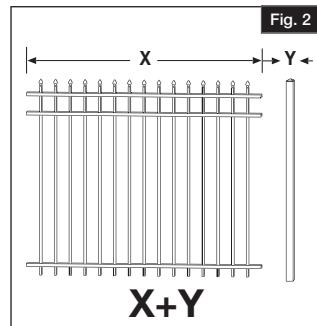

Fig. 2
Mesurer la largeur du panneau de clôture (X), puis ajouter la largeur du poteau (Y). Cela indiquera la distance centre en centre (à moins qu'il s'agisse d'un panneau coupé plus court) qui servira à l'emplacement des trous de poteau (Fig. 2).
On a maintenant un panneau de clôture installé entre deux poteaux (Fig. 2).